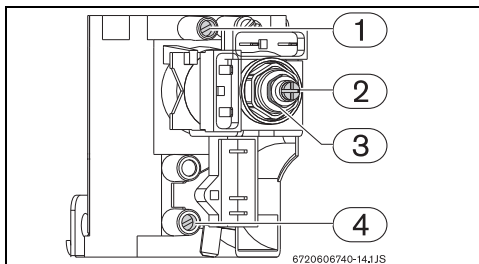

Fig. 17 Puntos de medición de presión
- ▶ Aflojar el tornillo obturador (Fig. 17).
- ▶ Utilizando la tuerca de ajuste (Fig. 17, [3]) regule la presión hasta alcanzar los valores indicados en la tabla 11.
- ▶ Utilizando la tuerca de ajuste (Fig. 17, [2]) regule la presión hasta alcanzar los valores indicados en la tabla 11.